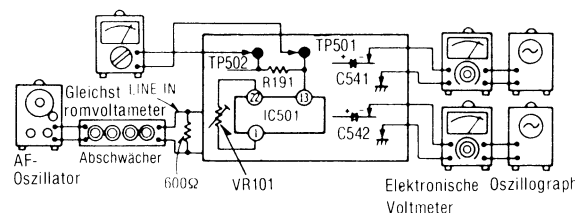

Fig. 19
1. Führen Sie die in Fig. 19 gezeigten Anschlüsse durch und geben Sie ein 1 kHz -27 dB Signal vom LINE IN ein und stellen Sie den Lärmreduktionswähler in die Position dbx.